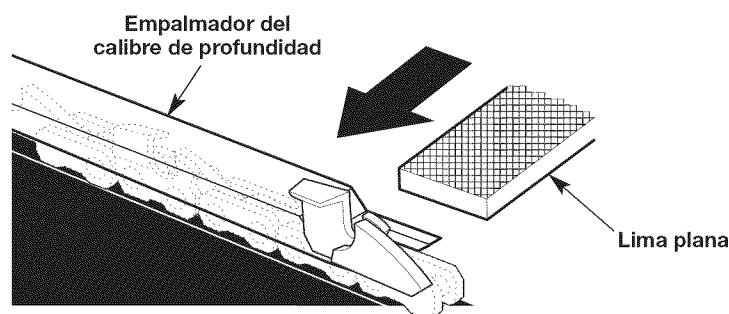

Fig. 36
3. Utilice un calibre de profundidad (no incluido) para medir el espacio libre del calibre de profundidad (Fig. 36) de cada cortador. El espacio libre del calibre de profundidad debe mantenerse a 1/32 pulgada (0,6 mm). El espacio libre del calibre de profundidad determina la profundidad a la cual el cortador ingresa en la madera durante la operación y el tamaño de las astillas de madera producidas. Demasiado espacio libre incrementa la probabilidad de retroceso. Demasiado poco espacio libre disminuye el tamaño de las astillas de madera, disminuyendo así la capacidad de corte.
- Utilice un empalmador de calibres de profundidad de 1/32 pulgada (0,6 mm) y una lima plana (herramientas no incluidas) para bajar el calibre de profundidad hasta el espacio libre correcto (Fig. 36).